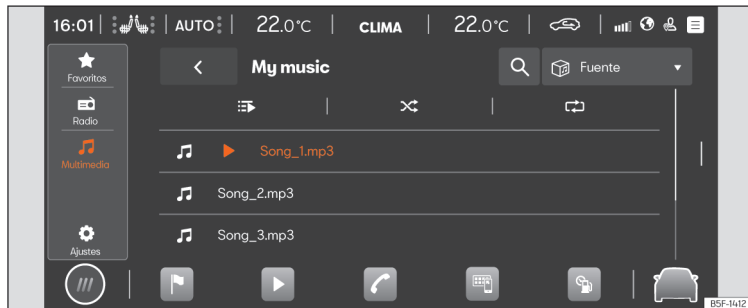

Fig. 170 Representació esquemàtica: Vista Multimedia.
- Premeu **HOME** > ► > 🎵 >>> **fig. 170**.